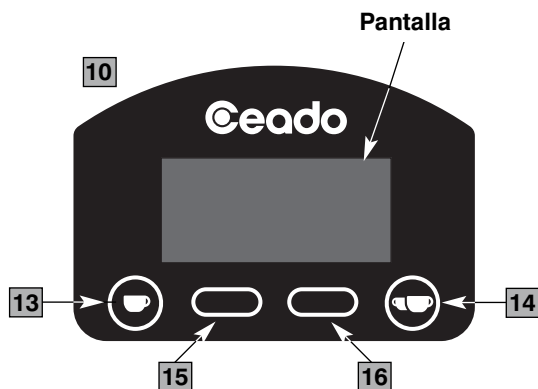
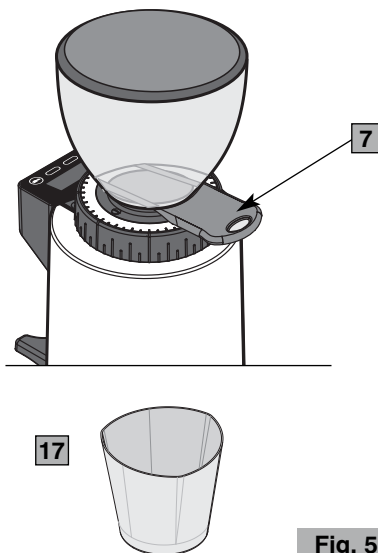

Fig. 4
Fig. 5
### Componentes principales (Fig. 1, Fig. 2, Fig. 3, Fig. 4, Fig. 5)
6. Controlar que el contenedor de los granos de café (tolva) esté correctamente colocado y tenga el obturador (7 Fig. 5) completamente abierto hasta el final de la carrera.
- 4 Pulsar el botón  (13 Fig. 4) para moler la cantidad de café necesaria para una dosis individual o el botón  (14 Fig. 4) para dos dosis.
- 4 Para moler café de modo continuado, sin ninguna regulación de tiempo, pulsar contemporáneamente los botones  y  (13, 14 Fig. 4) para pasar a la pantalla de funcionamiento manual.
**¡NOTA!** Se aconseja moler pequeñas cantidades de café dejando vaciar las muelas cada vez que se lleva a cabo la operación, abriendo y cerrado el obturador (7 Fig. 5).
botón (15 Fig. 4) en la pantalla principal (en la pantalla "Time", si no se presiona nada, después de tres segundos se vuelve a la principal).
Para programar la dosis individual, pulsar el botón  (13 Fig. 4), y para dos dosis el botón  (14 Fig. 4).
Como regulación de fábrica (**modo de impulso ON**), activado), el aparato suministra el café con solo presionar el botón start  (13 Fig. 4) para la dosis individual y  (14 Fig. 4) para la dosis doble.
Si durante el suministro de una dosis este botón se presiona nuevamente, el motor se detiene, el sistema se pone en pausa y en la pantalla se visualiza el tiempo restante para completar la dosis. En este punto, para completar la dosis, es suficiente pulsar nuevamente el botón de start relativo (13 o 14 Fig. 4).